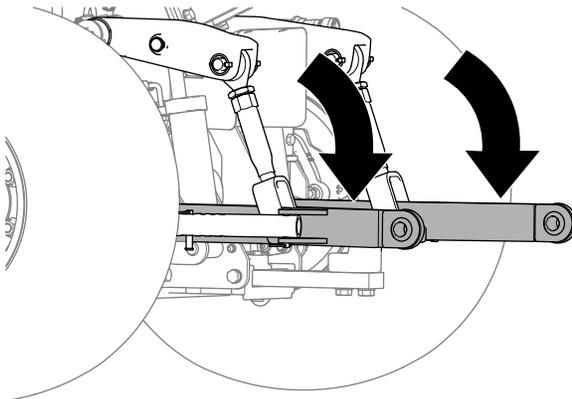

図 14
1. トラクションユニットの下リンクアームを下げる図 14。